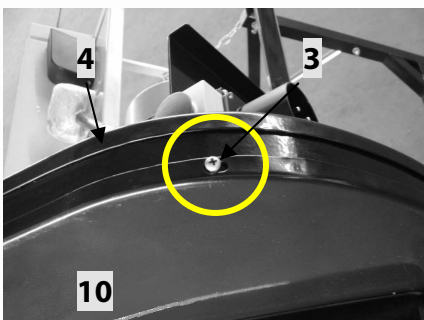

Fig 21
Fixez le capot de protection extérieur (10) sur le capot intérieur (4) avec les 3 vis cruciformes M5\*8 (3) (Voir Fig 21, 22, 23).